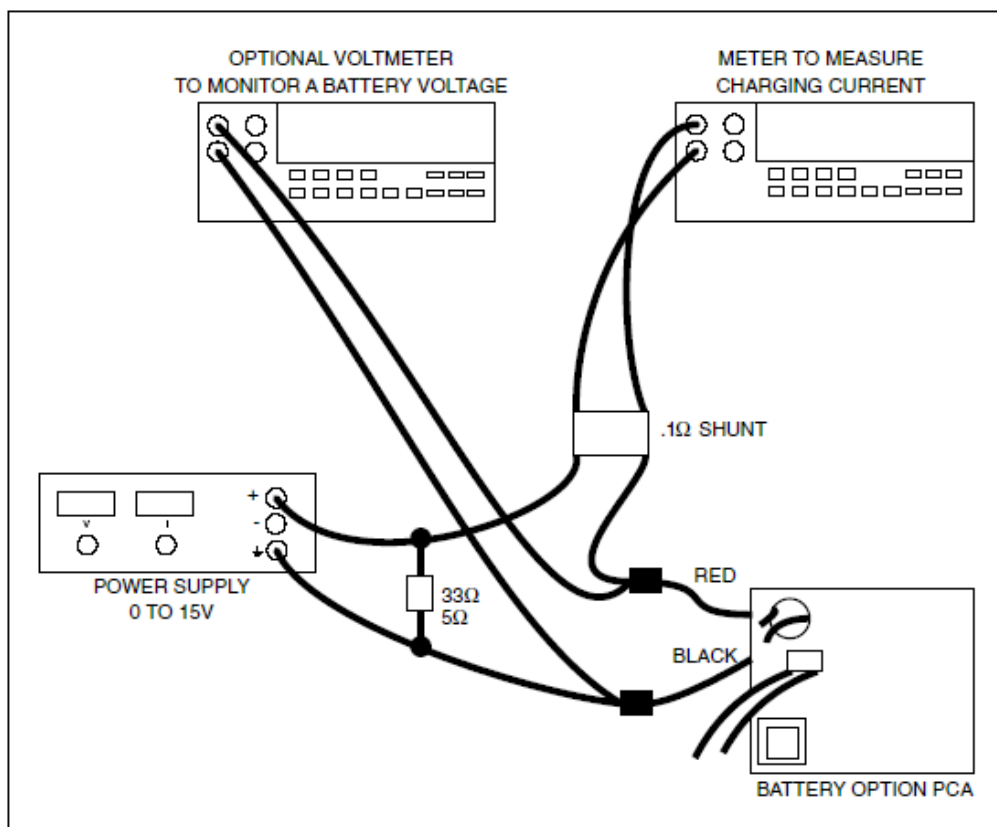

图 7-5 周期/浮动充电速率开关测试
2. 在本步骤中，使用电池模拟器来替代电池，按照图 7-5 所示，连接模拟器：